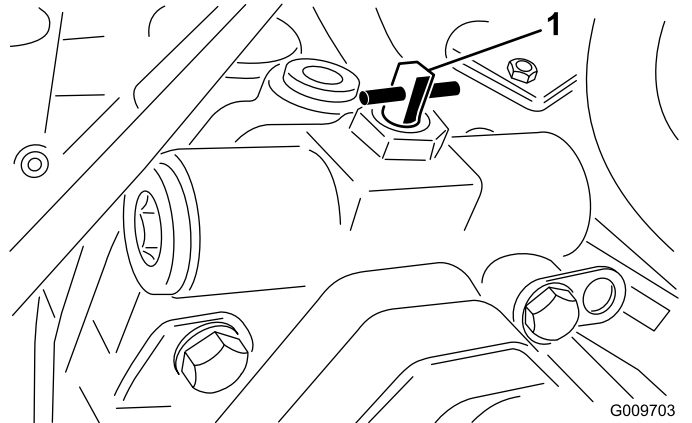

**Bild 42**
2. Schließen Sie einen Hydraulikschlauch zwischen dem eingebauten Diagnose-Anschlussstück im Heckantriebverteiler und dem Testanschluss für den Rückwärtsantriebsdruck (**Bild 42**) an.